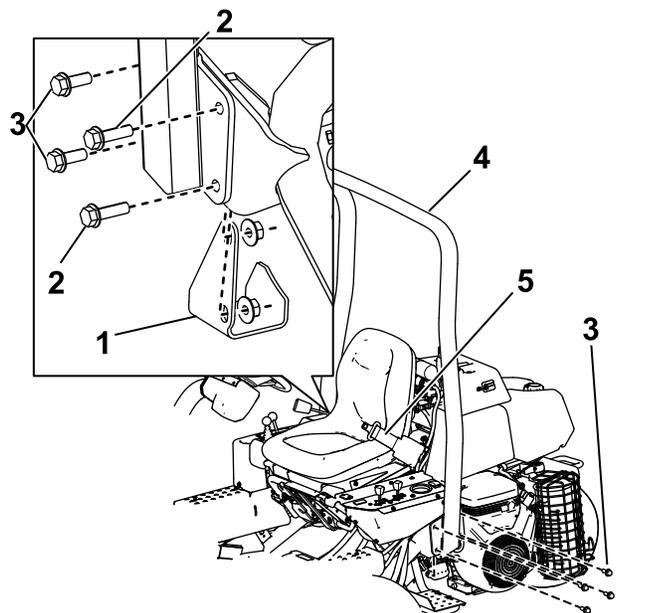

図6
2. ROPS バー図6を、取り付けブラケットにセットして取り付け穴をそろえる。
3. ROPSの左側を取り付けブラケットに固定するボルト $\frac{1}{2}$ " x $1\frac{1}{2}$ "4本とロックナットを使用する図6。
5. ROPSバーの右側、および先ほど取り外したジャッキパッドを、取り付けブラケットに固定するボルト $\frac{1}{2}$ " x $1\frac{1}{2}$ "2本、ボルト $\frac{1}{2}$ " x $1\frac{3}{4}$ "2本、ロックナットを使用し、図6に示すように取り付ける。